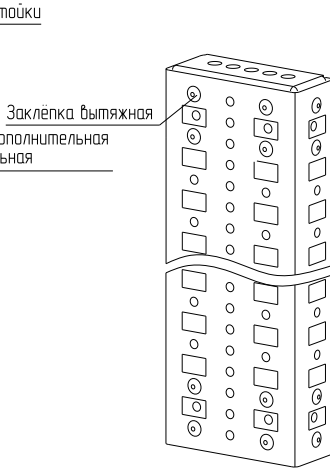
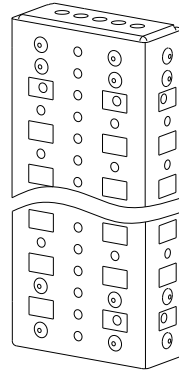

Рисунок 34
Рисунок 35
4.19.3 Заклепайте вытяжные заклёпки в соответствующие отверстия в профиле и кронштейне (рисунок 34 или рисунок 35).